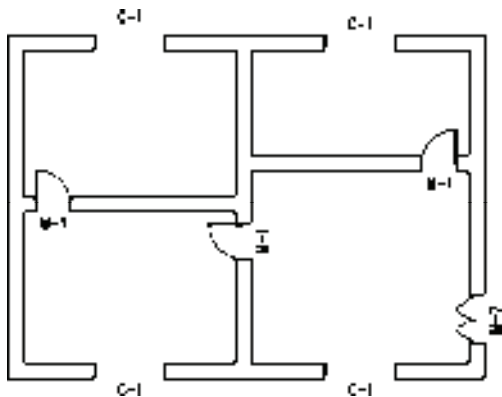

图 5-9 插入窗图形
9) 在墙体上点取窗的大致位置和开向, 插入窗图形如图 5-9 所示。